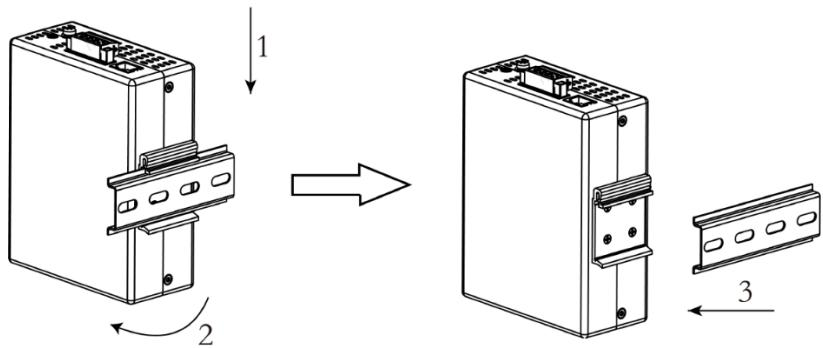

Рисунок 2 Снятие устройства с DIN–рейки
- 3.1 Слегка нажать на устройство, как показано стрелкой 1 на рис. 2.
- 4.1 Потянуть устройство вперед и поднять его для снятия с монтажной рейки, как указано стрелками 2 и 3 на рис. 2.